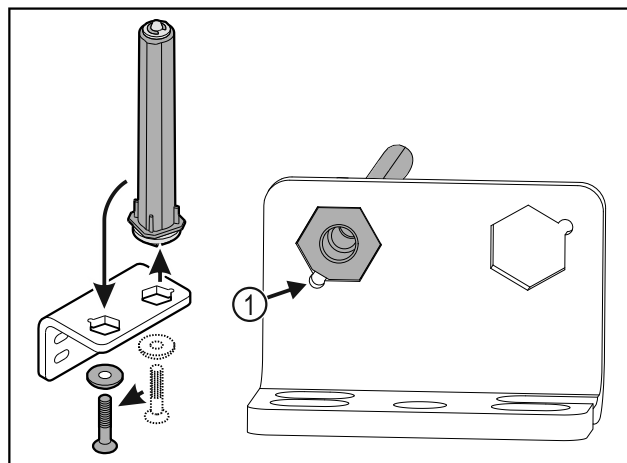

Fig. 26
- Zwrócić uwagę, aby podczas wkładania ścięcie sworznia Fig. 26 (1) było skierowane na okrągły otwór.